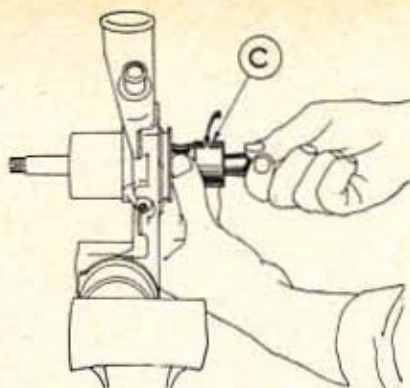

Fig. 24. — Extraction du joint Cyclam
- Faire pénétrer un peu d'huile fluide sous le caoutchouc du joint. Déposer le joint Cyclam à l'aide de l'extracteur C en lui imprimant un mouvement de rotation (fig. 24).